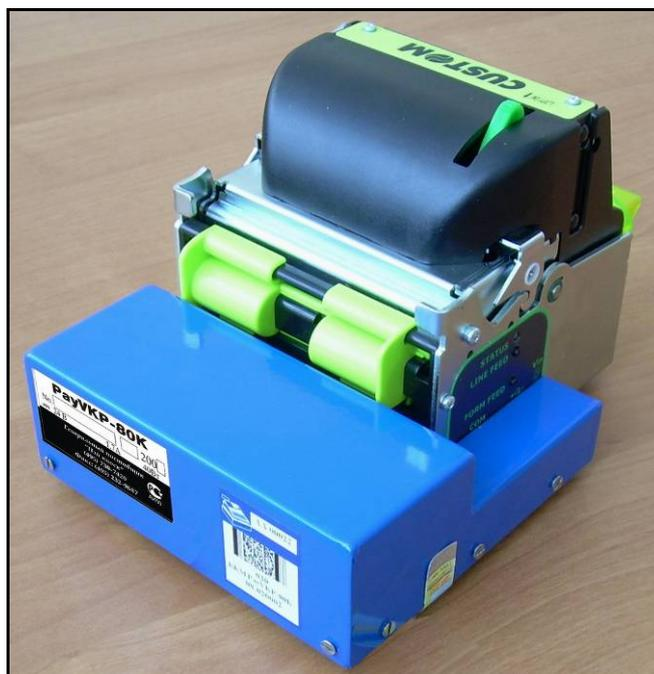

Рисунок 17 – Принтер, установленный на основание фискального блока.
4.5. Установите принтер на основание фискального блока (см. рис. 17).